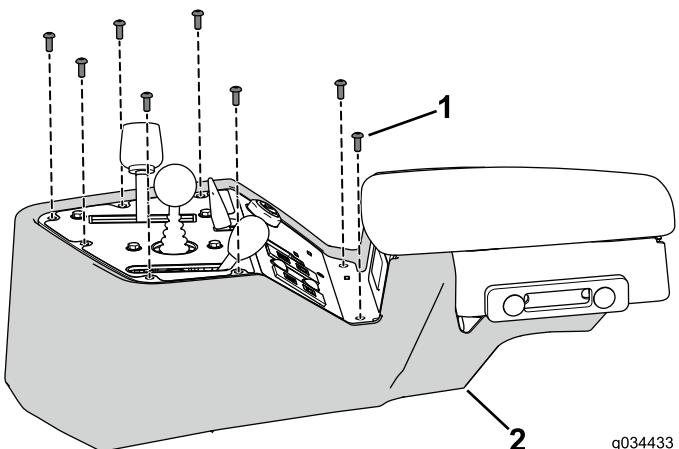

Bild 32
1. Befestigen Sie die Bedienfeldabdeckung mit den acht vorher entfernten Schrauben am Bedienfeld (Bild 32).